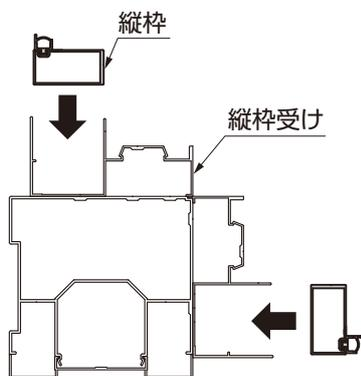

図 3-2
- 図3-2を参照して向きを確認して縦枠を取付けてください。